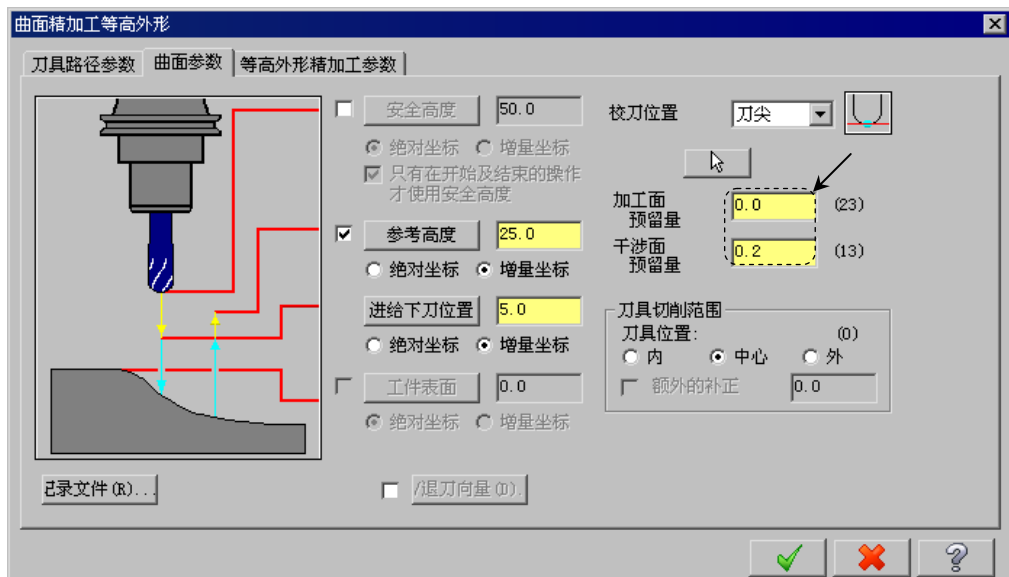

图 17.31 “曲面参数”选项卡
(1) 完成上步操作后，在“曲面精加工等高外形”对话框的 **刀具路径参数** 选项卡的列表框中显示出 Step4 所选择的刀具。双击该刀具，系统弹出“定义刀具-机床群组-1”对话框。
(2) 设置刀具号码。在“定义刀具-机床群组-1”对话框中的 **刀具号码** 文本框中，将原有的数值改为 4。
(3) 设置刀具的加工参数。单击“定义刀具-机床群组-1”对话框中的 **参数** 选项卡，在 **进给速率** 文本框中输入值 200.0，在 **下刀速率** 文本框中输入值 100.0，在 **提刀速率** 文本框中输入值 1000.0，在 **主轴转速** 文本框中输入值 1600.0。
(4) 设置冷却方式。在 **参数** 选项卡中单击 **Coolant...** 按钮，系统弹出“Coolant...”对话框，在 **Flood** (切削液) 下拉列表中选择 **On** 选项。单击该对话框中的  按钮，关闭“Coolant...”对话框。
Step7. 设置曲面参数。在“曲面精加工等高外形”对话框中单击 **曲面参数** 选项卡，设置图 17.31 所示的参数。